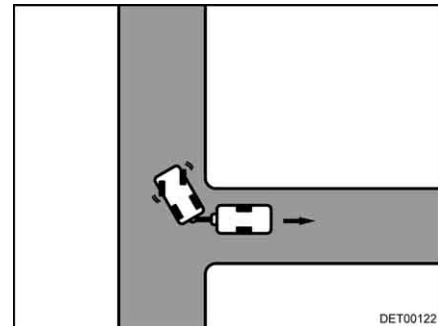

Fig. 20 Sterzare verso destra
- Sterzare verso destra e spostarsi con prudenza in retromarcia (Fig. 20).